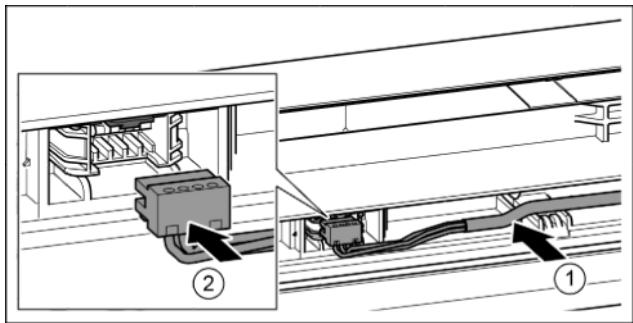

Fig. 41
- Вставить серый кабель в направляющую в верхней двери. Fig. 41 (1)
- Зафиксировать штекер. Fig. 41 (2)